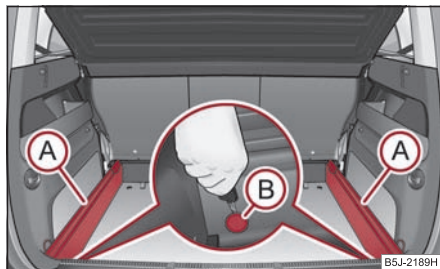

Fig. 84 Coffre à bagages:
- Défaitez le point de fixation (B) sur les glissières de support au moyen de la clé du véhicule ou avec un tournevis plat ⇒ fig. 84.